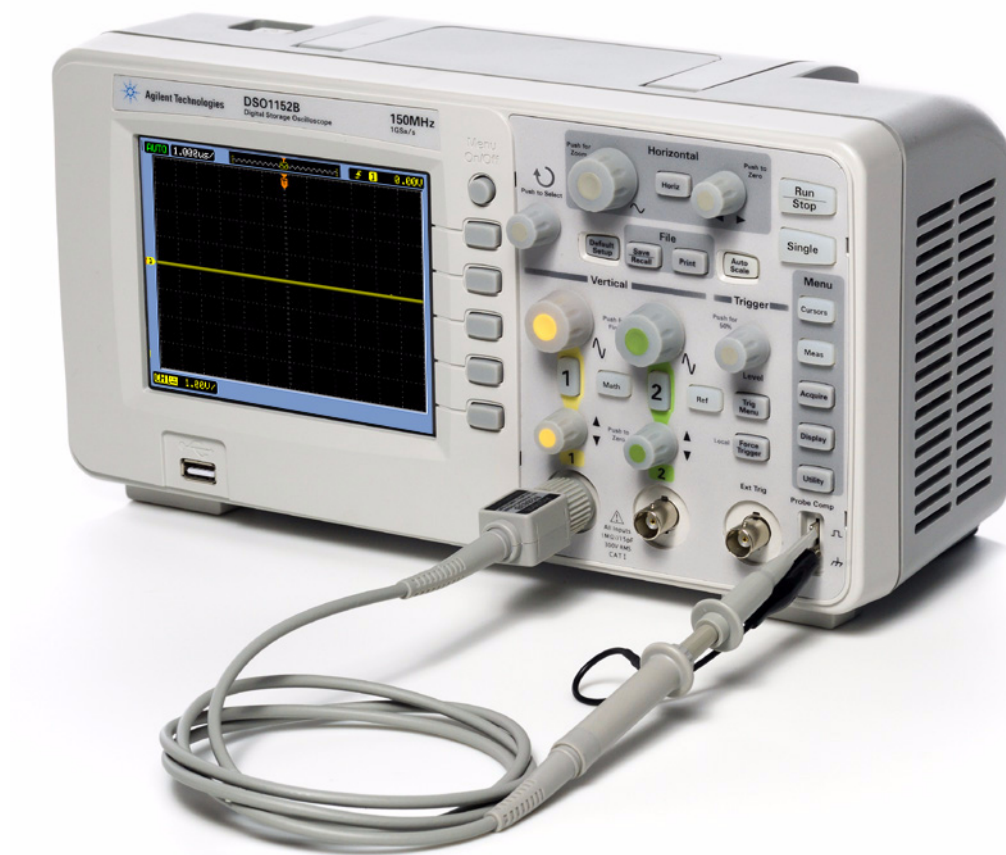

Рис. 8 Подключение пробника к входу канала 1 и контакту компенсации пробника
- 2 Подсоедините пробник осциллографа к входу BNC канала 1 и контакту с подписью **Probe Comp** (Компенсация пробника), который имеет форму сигнала, показанную на Рис. 8. Подключите зажим заземления пробника к контакту с символом заземления. Обратите внимание, что на осциллографах серии DSO1000A контакты **Probe Comp** (Компенсация пробника) располагаются под дисплеем.